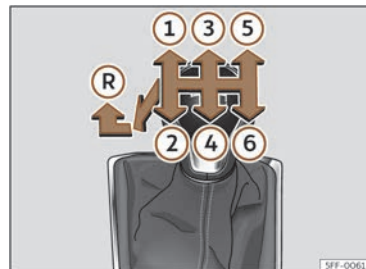

Fig. 114 Esquema d'un canvi manual de 6 marxes.
A la palanca de canvis s'indiquen les posicions de les marxes >>> **fig. 114**.
- Amb la palanca de canvis en punt mort, pressioneu-la cap avall, moveu-la a l'esquerra fins al final i després cap endavant per seleccionar la marxa enrere >>> **fig. 114** .